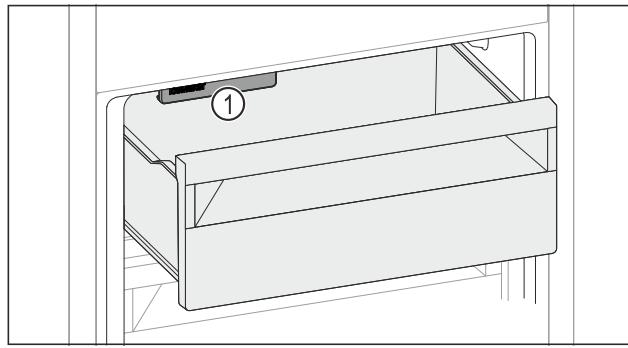

Fig. 56
- ▶ Upoštevajte IceMaker Fig. 56 (1).